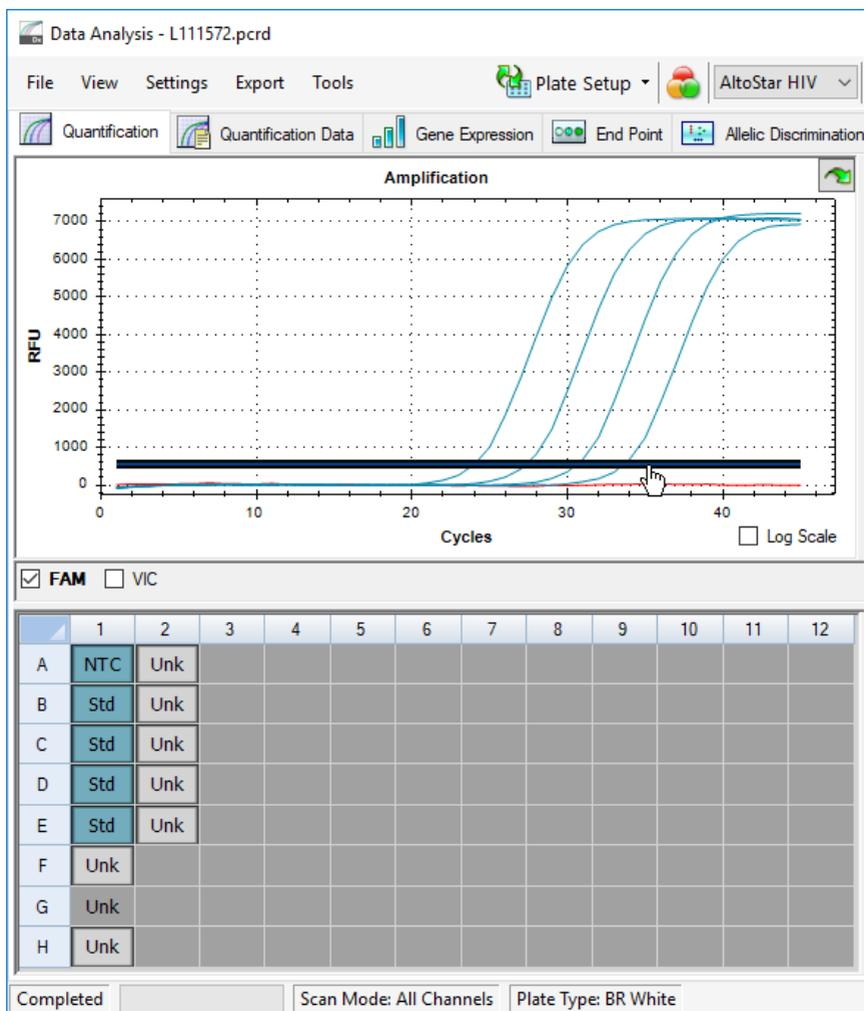

Figure 10: Fenêtre Data Analysis (Analyse des données) : définir le seuil FAM™
5. Sur la gauche de la fenêtre Data Analysis (Analyse des données), décochez la case **VIC** et cochez la case **FAM** pour le canal de détection ciblé du HIV (voir la figure 10).
6. Sélectionnez uniquement les puits contenant le NTC et les QS sur la représentation visuelle de la plaque dans la fenêtre Data Analysis (Analyse des données) (voir la figure 10).
7. Faites glisser le seuil situé bien au-dessus du signal du NTC dans la zone exponentielle des signaux des QS (voir la figure 10).